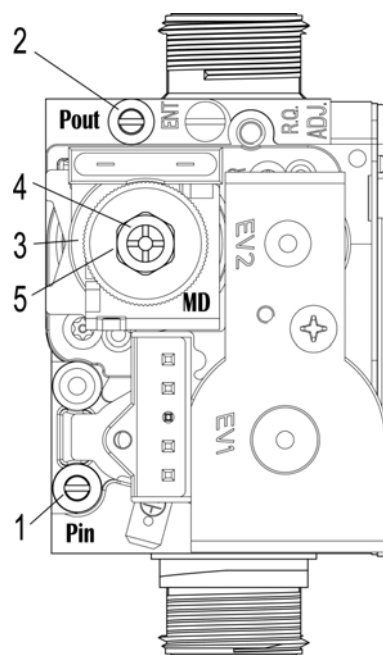

Fig. 10
- Asportare il cappuccio protettivo del modulatore (Fig. 10)
- Liberare la presa di pressione di ingresso della valvola gas (Fig. 10) svitando il tappo, e controllare con un manometro la pressione d'ingresso.
- Ruotare di 2 giri in senso antiorario la vite/il dado di regolazione del massimo (Fig. 10); riattivare elettricità e riscaldamento; sul bruciatore principale si accenderà la fiamma.
- Scollegare i contatti elettrici del modulatore ed agire sulla vite di minimo (Fig. 10) per regolare la pressione minima del gas